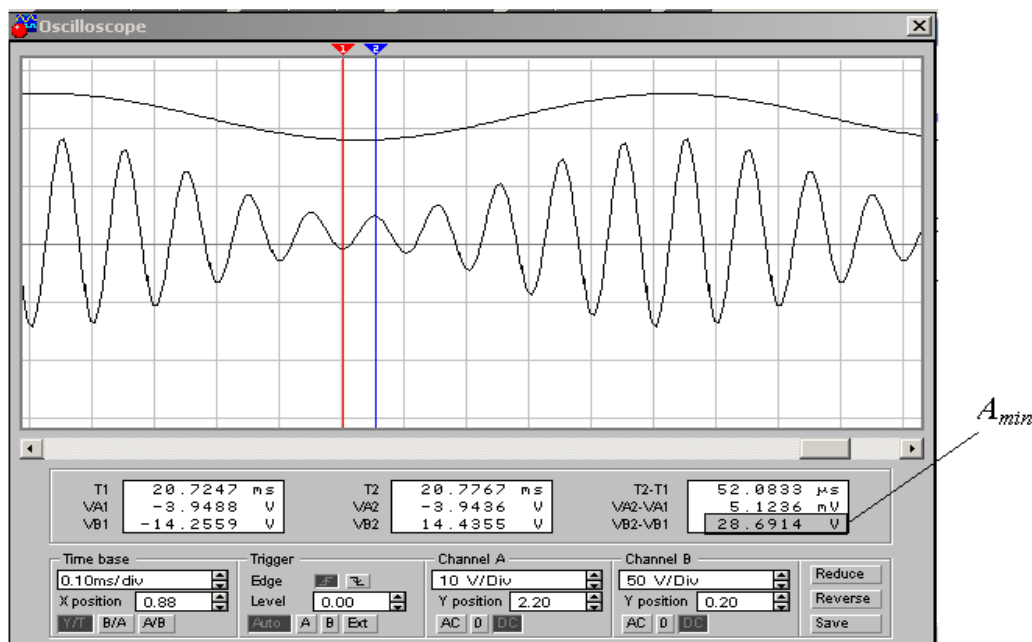

Рисунок 5.3 – Методика вимірювання мінімального розмаху АМ сигналу
11.2 Виконати п. 11.1 для розмаху A_{min} модульованого сигналу (рисунок 5.3).